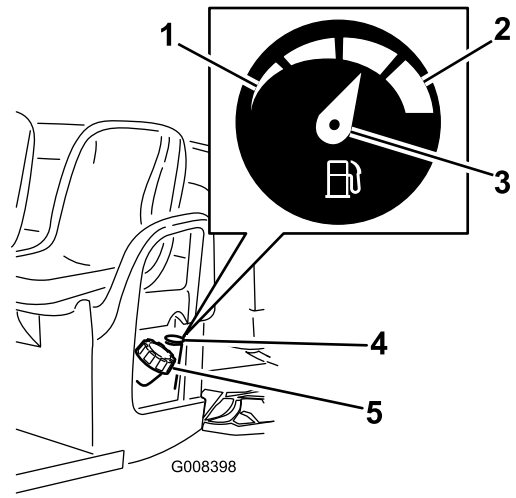

Bild 19
2. Reinigen Sie den Bereich um den Tankdeckel (Bild 19).